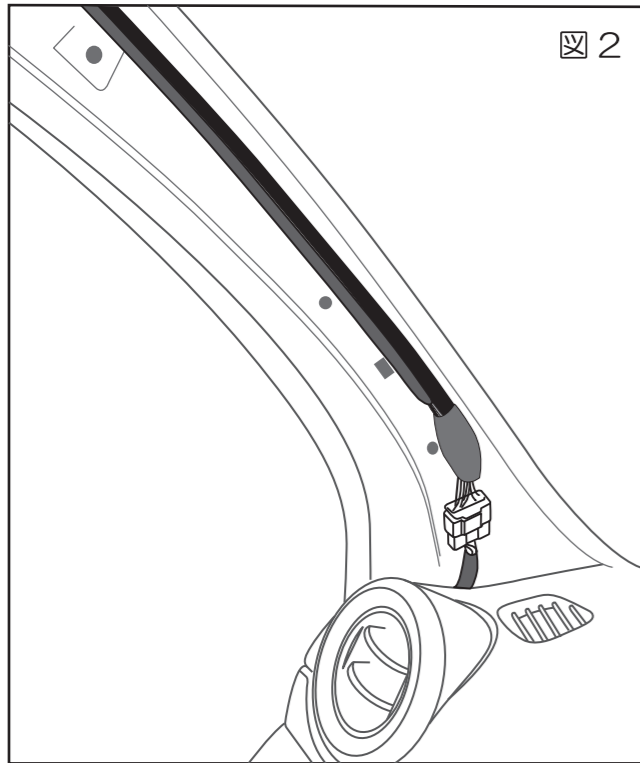

図 2
7. LEDハーネスがバタついたり干渉音を発生しないように配策を行ってください。(図2)